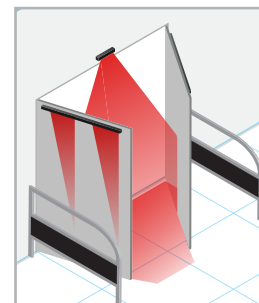

IMAGEN 4
- Sensor montado al menos en el lado batiente de la hoja de la puerta; ver imagen 4